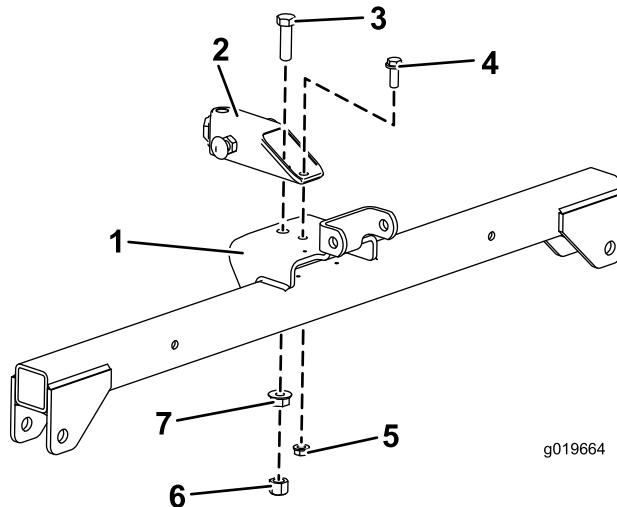

Figure 4
2. Montez, sans serrer, le tube de timon dans le trou avant du support avec un boulon ($\frac{1}{2}$ " x $1\frac{3}{4}$ "), un écrou à embase ($\frac{1}{2}$ ") et un écrou hexagonal ($\frac{1}{2}$ ") (Figure 4).